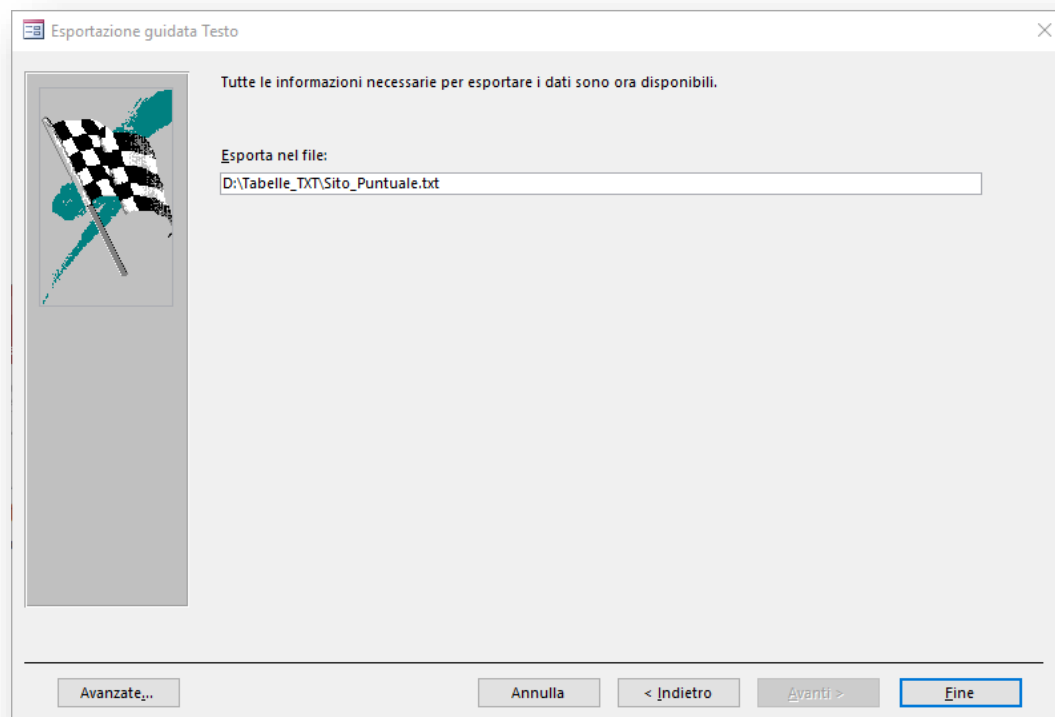

Figura 13 – Schermata finale di esportazione del Testo
- e. nel terzo step, verrà visualizzata nuovamente la directory di output. Premere il pulsante **“Fine”** (Figura 13);